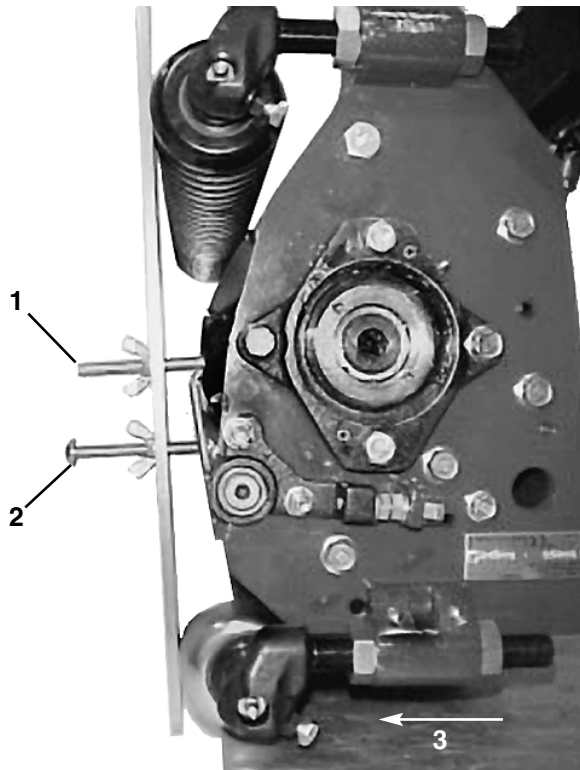

Figure 13
1. Placez le calibre en travers des rouleaux avant et arrière de l'unité de coupe comme indiqué à la Figure 13.
2. Réglez le rouleau arrière de manière qu'il touche le calibre de chaque côté (Fig. 13).